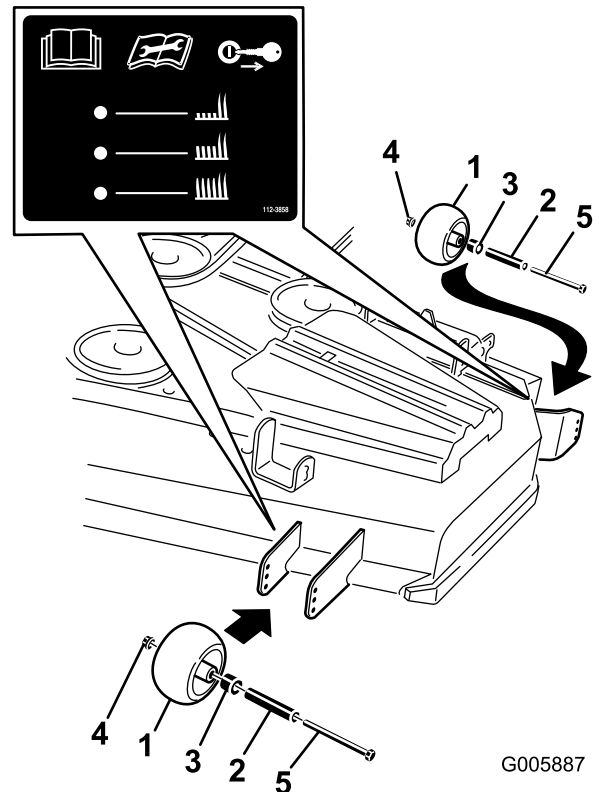
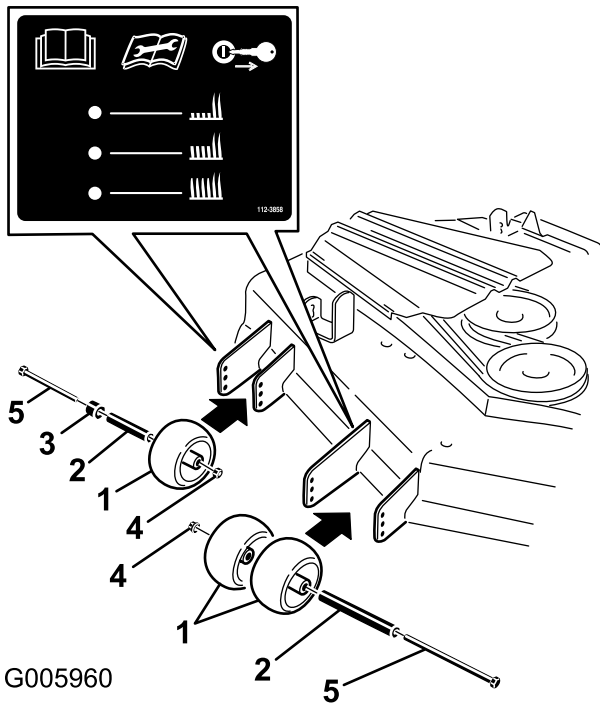

Figura 19
Figura 20
3. Después de ajustar la altura de corte, ajuste los rodillos retirando la tuerca con arandela prensada, el casquillo, el espaciador y el perno (Figura 19 o Figura 20).
**Nota:** Los dos rodillos centrales no tendrán espaciador (Figura 19 o Figura 20).
5. Instale la tuerca con arandela prensada, el casquillo, el espaciador y el perno. Apriete a 54-61 N m (Figura 19 o Figura 20).